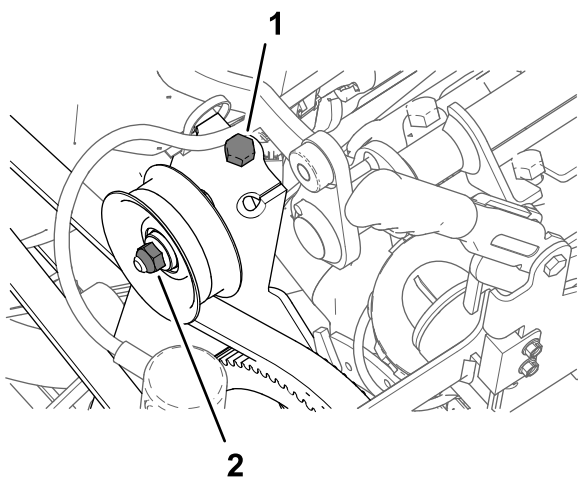

Рисунок 218
1. Ослабьте гайку крепления натяжного шкива (Рисунок 218).
3. Поверните болт натяжения ремня, чтобы снять натяжение ремня насоса опрыскивателя (Рисунок 218).